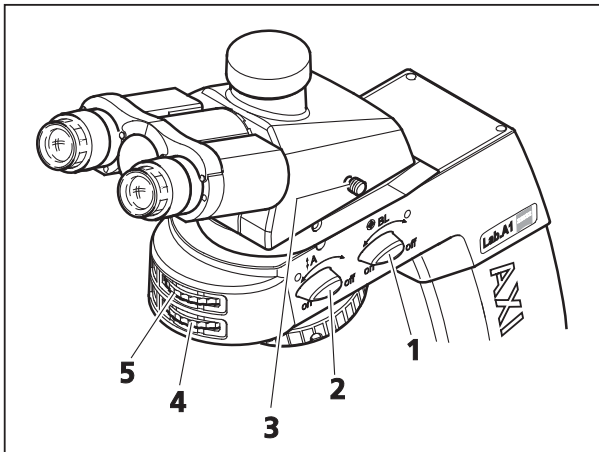

Fig. 4-10 Axio Lab.A1 Lumière transmise et conoscopie
- Avec le bouton **A** (Fig. 4-10/2) amenez l'analyseur dans le trajet lumineux (position **on**). Vous pouvez modifier la direction de vibration avec la bague de réglage (Fig. 4-10/4) de l'analyseur.
- Introduisez la lentille de Bertrand **BL** (Fig. 4-10/1) dans le trajet lumineux (position **on**). L'image des axes apparaît dans le champ visuel.
- Avec la bague de réglage (Fig. 4-10/5) mettez au point l'image des axes.